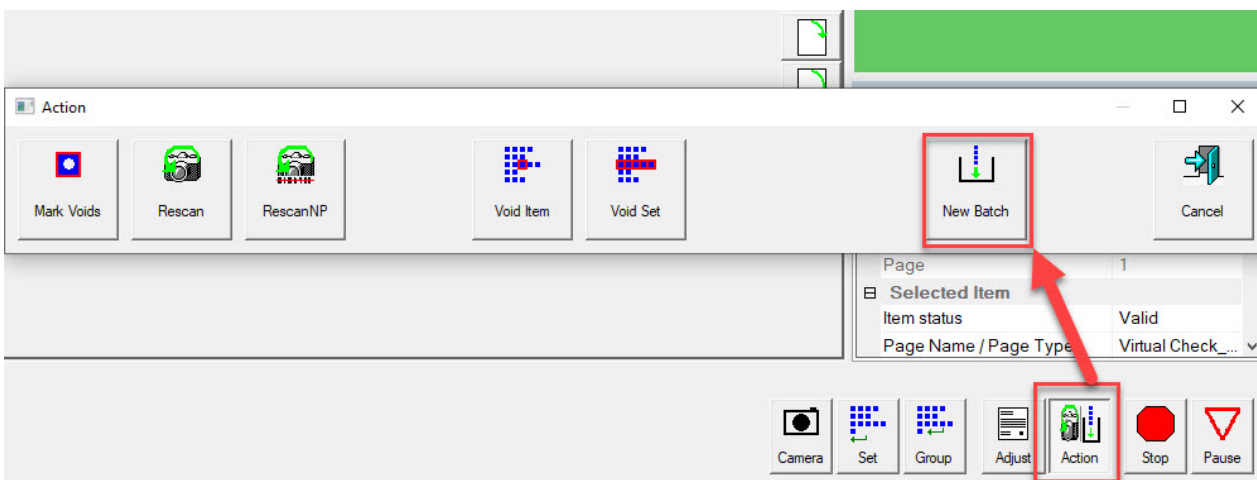

Abbildung 4-12: Aktion – Neuer Batch
- Klicken Sie bei laufendem Auftrag auf die Schaltfläche **Aktion** und wählen Sie die Schaltfläche **Neuer Batch**, um einen neuen Batch mit der nächsten gescannten Vorlage (Abbildung 4-12) zu beginnen.